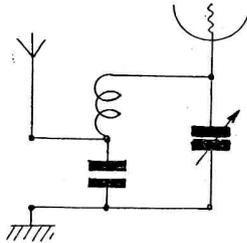

Fig. 2
f) Influence du couplage de l'antenne (particulièrement marqué avec couplage capacitif par la base schématisé sur la figure 2);